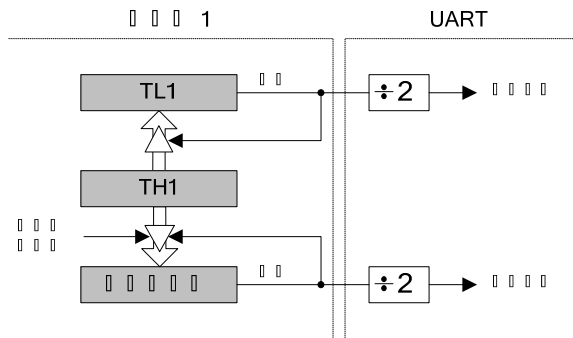

图 19.2 UART0 波特率逻辑
UART0 波特率由定时器 1 工作在 8 位自动重载方式产生。发送 (TX) 时钟由 TL1 产生；接收 (RX) 时钟由 TL1 的拷贝寄存器 (图 19.2 中的 RX 定时器) 产生，该寄存器不能被用户访问。TX 和 RX 定时器的溢出信号经过二分频后用于产生 TX 和 RX 波特率。当定时器 1 被允许时，RX 定时器运行并使用与定时器 1 相同的重载值 (TH1)。在检测到 RX 引脚上的起始条件时 RX 定时器被强制重载，这允许在检测到起始位时立即开始接收过程，而与 TX 定时器的状态无关。